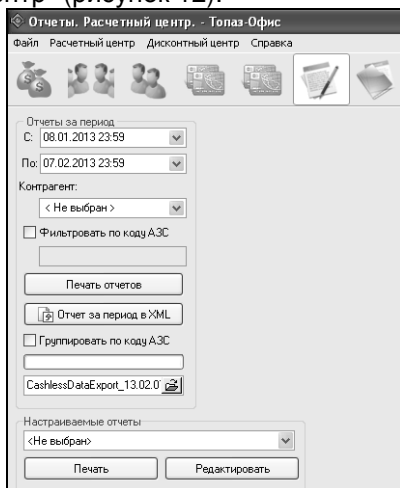

Рисунок 12
4.1 На основании данных о наливах и событиях, сохраненных в базе данных, приложение "Топаз-Офис" позволяет сформировать отчеты по контрагентам, видам топлива, АЗС, картам и зачислениям/списаниям средств. Для этого необходимо перейти на вкладку "Отчеты. Расчетный центр" (рисунок 12).